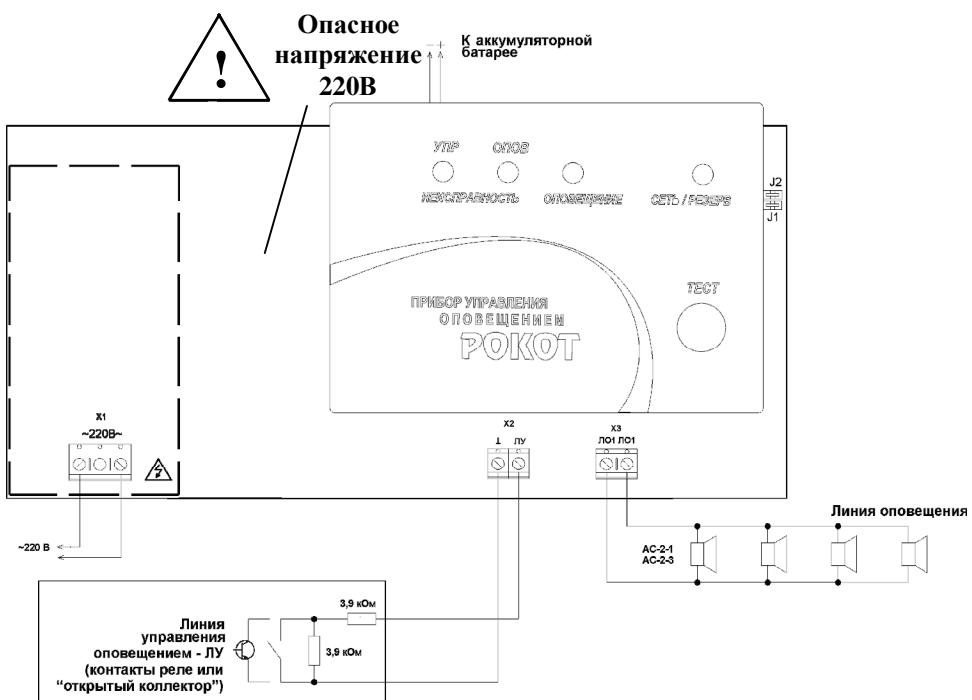

Рис. 1 Схема подключения прибора «Рокот»
**ВНИМАНИЕ! На печатной плате прибора на участке, показанном на рис. 1 штриховой линией присутствует напряжение ~220 В.**
Уровень звукового давления на расстоянии 1 м от «AC-2-1» («AC-2-3»), подключенной в соответствии с рис.1, не менее	86 дБ
Схема подключения к прибору ЛО и АС приведена на рис. 1 раздела 10.
Перемычки, позволяющие выбрать тактику использования линий управления и оповещения, установлены на печатной плате прибора (см. рис.1) и доступны после вскрытия его корпуса.
- К клеммам «220В» платы прибора подсоедините кабель сетевого питания (см. рис.1). Подключите прибор к сети ~220 Вт 50 Гц. Индикатор «Сеть/Резерв» должен загореться зеленым цветом.